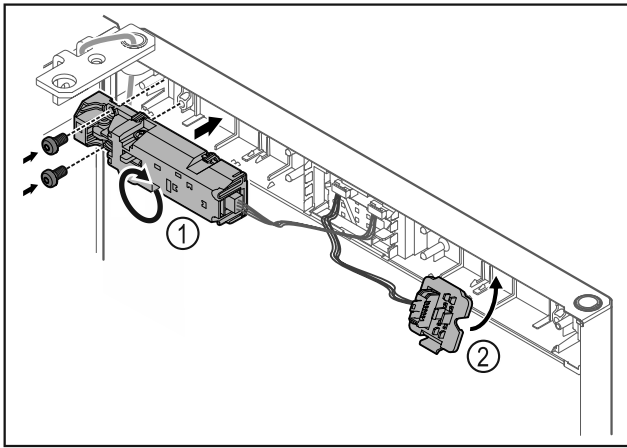

Fig. 13
- Fernschloss Fig. 13 (1) um 180° drehen und auf Gegenseite befestigen.
- Steckerhalterung Fig. 13 (2) auf Gegenseite einrasten.*